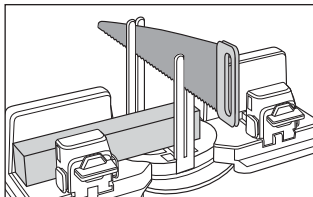

Abb. 7
- ◆ Führen Sie mit der anderen Hand die Säge von oben durch die Führungsstäbe **7** (siehe Abb. 7).